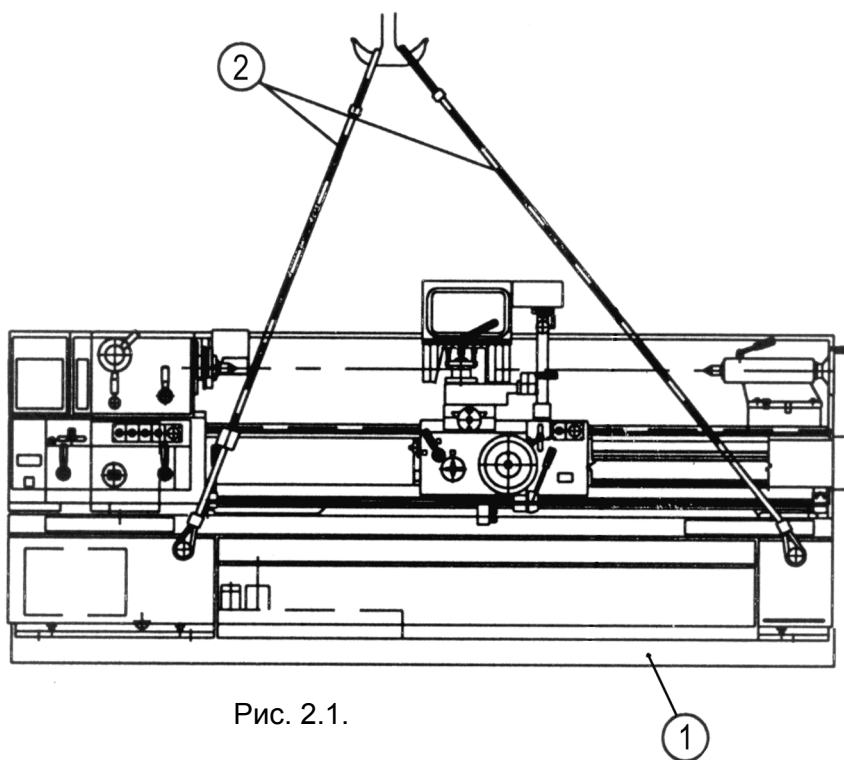

Рис. 2.1.
5. Канаты расположите согласно схеме рис. 2.1.